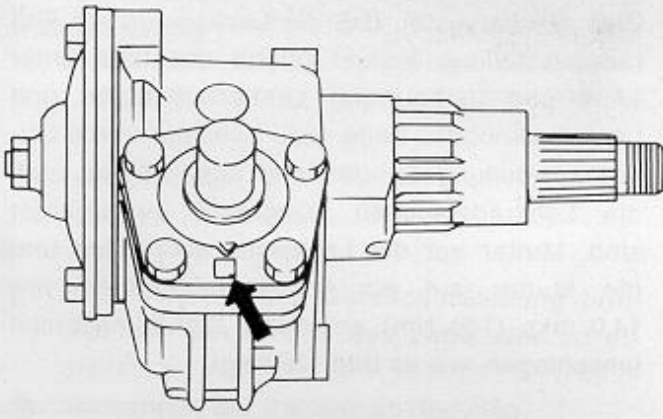

Bild 122
- Lenkung in die Mittelstellung bringen. Um dies durchzuführen, dreht man das Lenkrad, bis der im Bild 122 gezeigte Zapfen in einer Linie mit dem Vierkantansatz im Lenkungsdeckel liegt. Die Ausfluchtung kann überprüft werden, wenn man entlang der Lenksäule auf die Lenkung sieht.